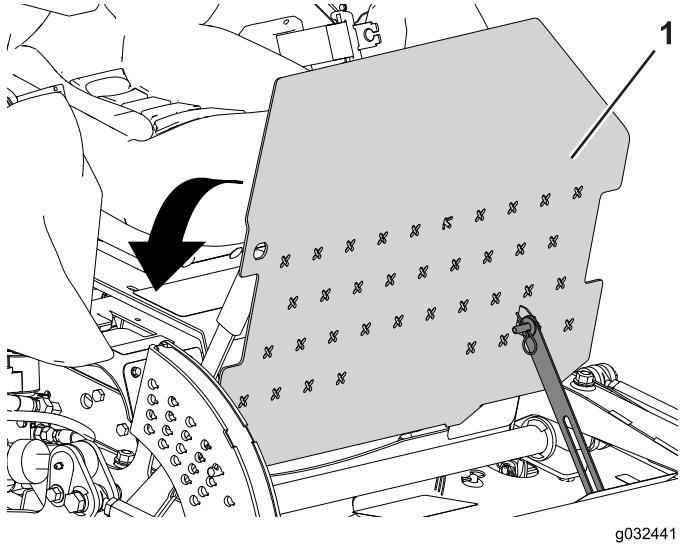

Bild 49
1. Kippen Sie die Bedienerplattform in die arrierte Stellung (Bild 49).